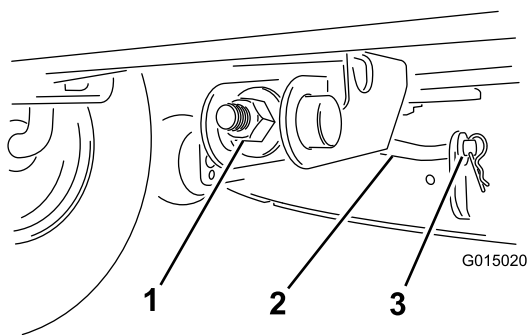

Figura 36
6. Retire el pasador de horquilla y la arandela de la varilla de soporte delantera (Figura 36), y baje la parte delantera de la carcasa de corte con cuidado al suelo.
10. Conecte la varilla de soporte delantera a la carcasa de corte con la arandela y el pasador de horquilla (Figura 36).